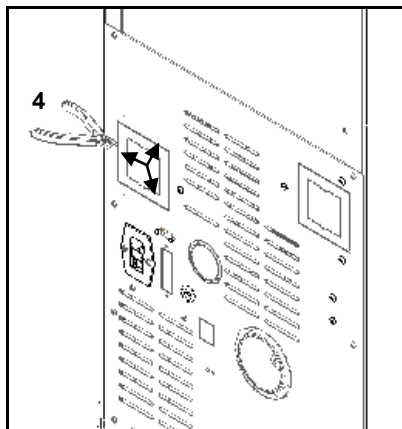

Figura 95 - Retirada de la tapa posterior
f) En la parte posterior del equipo, retire la tapa marcada en la Figura 95, cortando en las áreas marcadas con un alicate de corte (4).